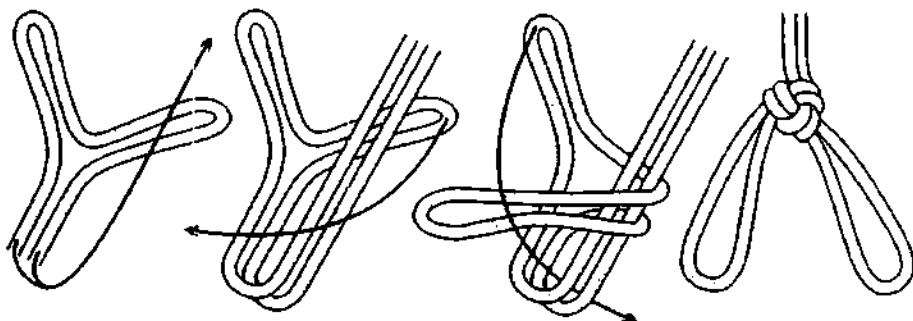

Рис. 451. Тройной плетёный узел.
*Тройной плетёный узел* представляет собой две фиксированные не соединяющиеся петли (рис. 451). *Тройной плетёный узел* можно вязать как на конце, так и на середине верёвки. *Триплекс* очень крепкий и надёжный, узел быстро вяжется, но трудно развязывается после приложения нагрузки. При небольших нагрузках *триплекс* можно использовать для подвешивания снаряжения, продуктов питания и т. д. *Триплекс* можно использовать в декоративных целях.